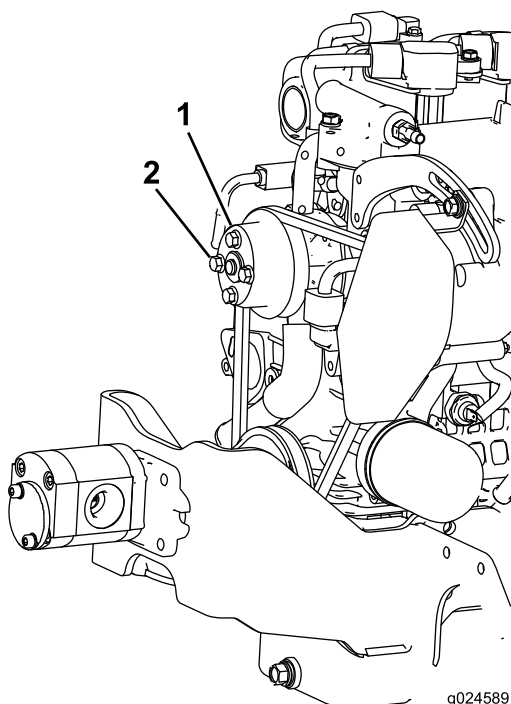

Figure 6
1. Retirez les 4 boulons sur la poulie ; voir Figure 6.